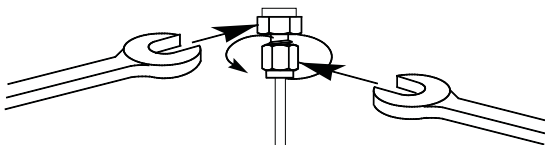

Figura 27. Serraggio finale
- 8 Per i raccordi Swagelok da 1/8", utilizzare una coppia di chiavi da 7/16" per stringere il raccordo per 3/4 di giro. Vedere **Figura 27**.
Per i raccordi Swagelok da 1/4", utilizzare una coppia di chiavi da 9/16" per stringere il raccordo per 1-1/4 di giro **Figura 27**.